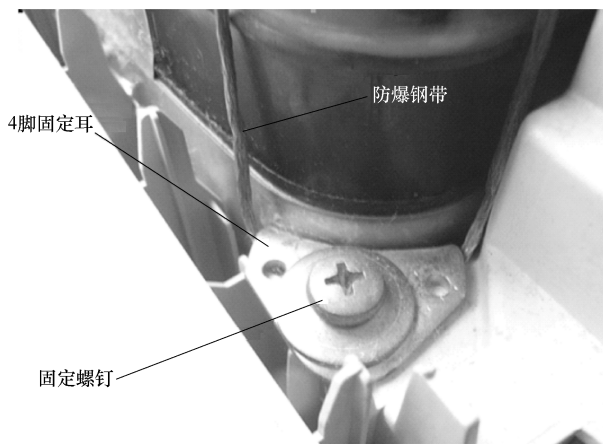

图 2-25 显像管的 4 颗固定螺钉、防爆钢带及 4 脚固定耳
4) 拆卸显像管的 4 颗固定螺钉、防爆钢带及显像管 4 脚固定耳 (见图 2-25)。若显像管改装到新机壳中，应尽量使用原装螺钉和 4 脚固定耳。若防爆钢带损坏，则更换新的防爆钢带。